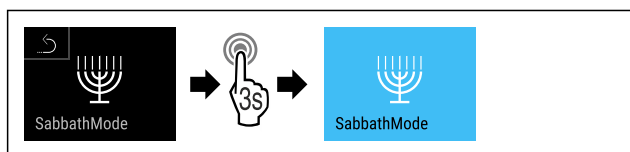

Fig. 71
- Suorita toimenpidevaiheet (katso Fig. 71).